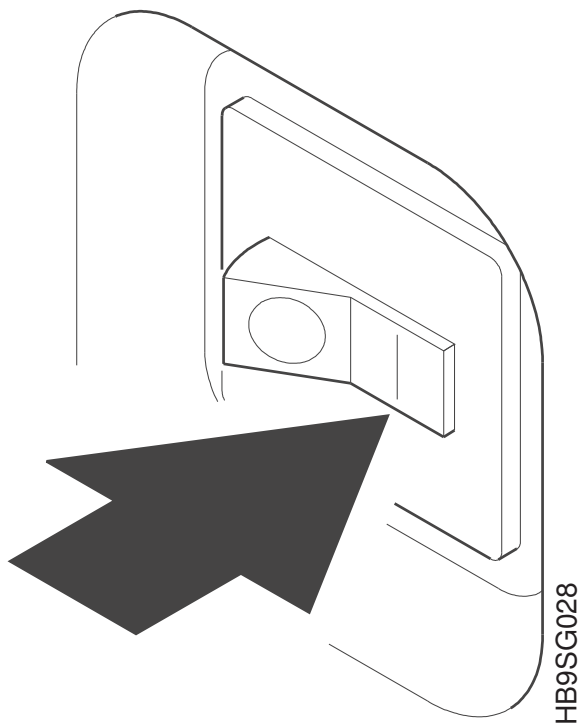

図 30. 電源スイッチ
1. プリンターの設置場所の供給電圧が 11 ページに指定されている要件に適合することを確認します。プリンターの電源スイッチがオフになっていることを確認します。37 ページの図 30 を参照してください。
3. プリンターの電源スイッチがオフになっていることを確認します。37 ページの図 30 を参照してください。